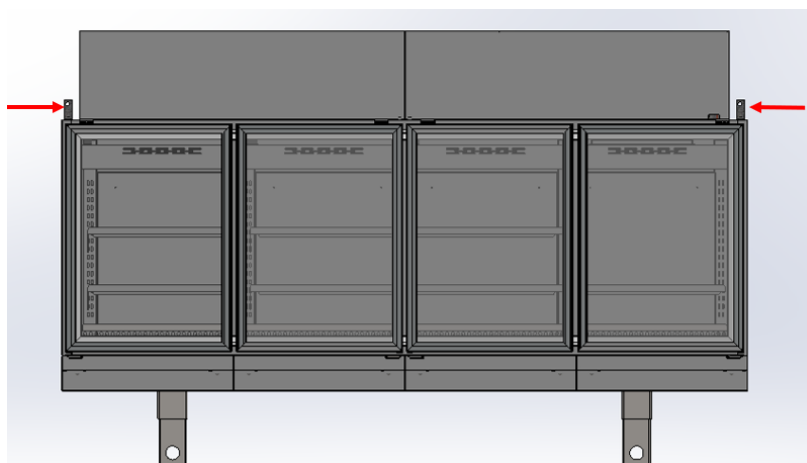

Рис. 6.1.8. Розташування кронштейнів.
7. Зафіксуйте вітрину до стіни за допомогою кронштейнів (для унеможливлення падіння та зменшення хитання при користуванні продуктом) (рис. 6.1.8):